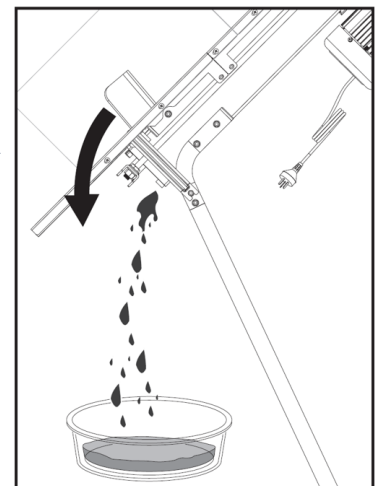

Fig. 16b
3. Inclinez la fendeuse de bûches comme indiqué sur la Fig. 16b et récupérez l'huile hydraulique usagée dans un récipient d'une capacité d'au moins 4 litres.